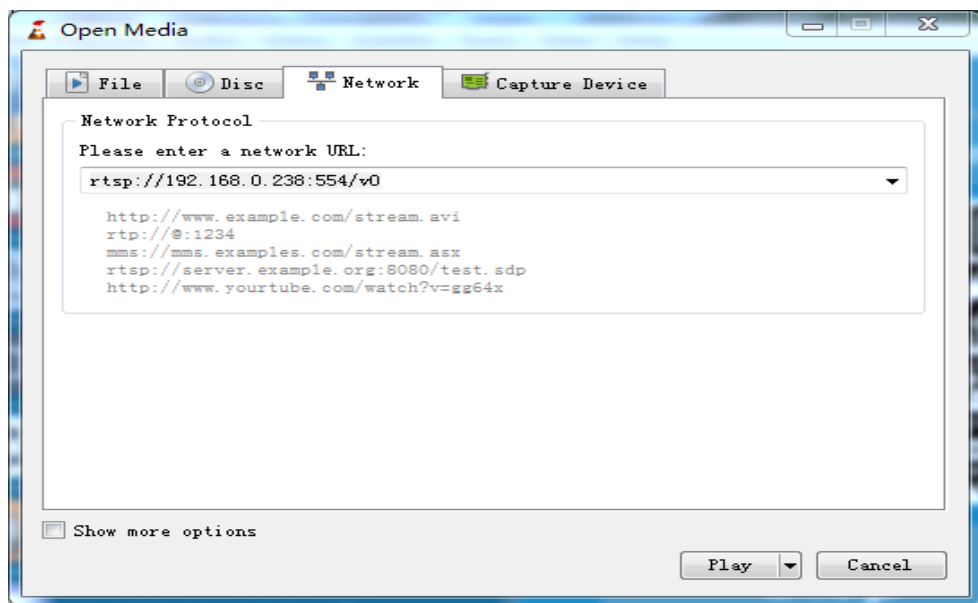

Рис. 21 Настройки VLC плеера на ПК
- 4) Укажите RTSP адрес в строке как показано на рис. 21 (RTSP адрес трансляции указан над QR кодом в приложении TesterPlay), нажмите кнопку Play (Воспроизведение);